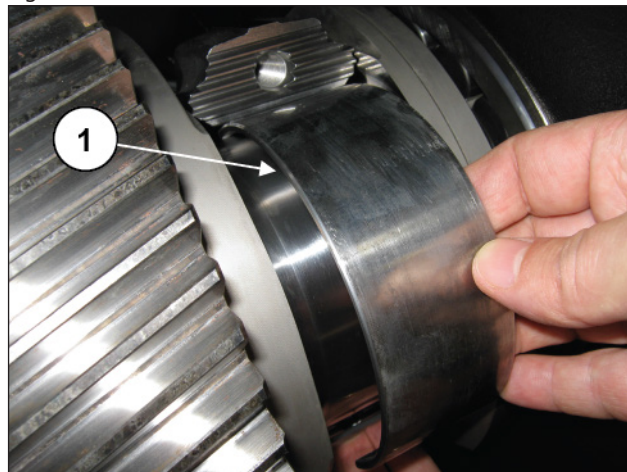

Fig. 32
Sfilare i tre semicuscini superiori delle semibielle (pos. ①, Fig. 32).